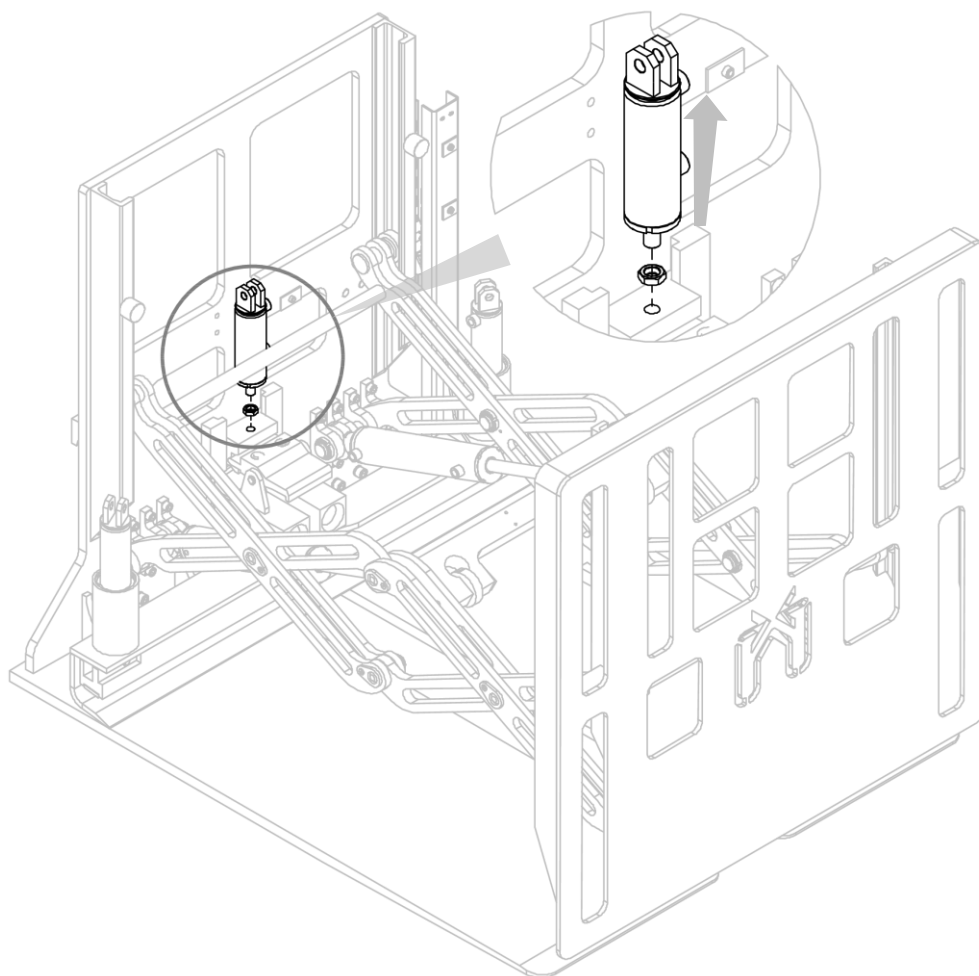

Figura 31
4. Rimuovere il cilindro dopo aver svitato lo stelo dal relativo gancio (vedi *Figura 31*).